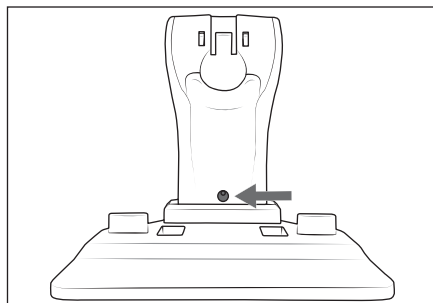

Fig. 1
- 1) Utilisez l'ouverture dans le support d'appareil 20 pour marquer le trou à percer sur le mur (fig. 1).
- 4) Placez la vis dans l'ouverture dans le support d'appareil 20 (fig. 1) et vissez-la dans la cheville avec un tournevis cruciforme.
- 3) Repositionnez la vis **12** dans l'ouverture de vis à l'arrière du manche **11**. Serrez la vis **12** dans le sens horaire avec un tournevis cruciforme (fig. 1).